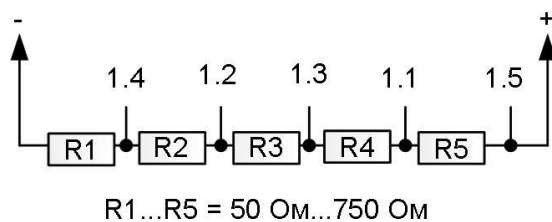

Рис. 12. Схема имитатора для проверки МКА4+
2. Собрать «Имитатор» см. рис.12.